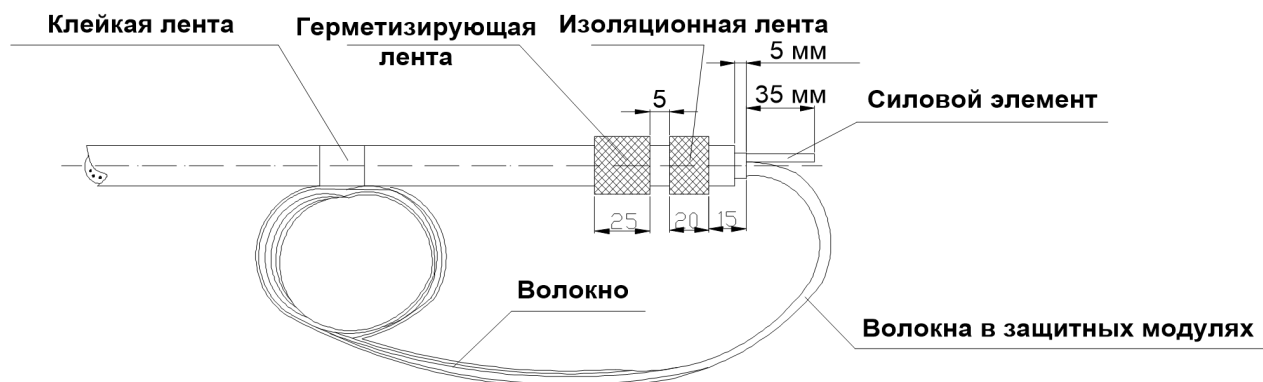

Рисунок 4 - Разделение оптических волокон
- Оставьте порядка 35 мм длины центрального силового элемента от точки, где заканчиваются оболочки кабеля, излишки обрежьте (смотрите рисунок 4).